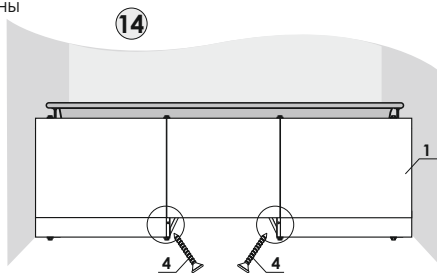

рис. 14
14. Через отверстия в ножках шурупами 4x35 соедините раму экрана и раму ящика (рис. 14)